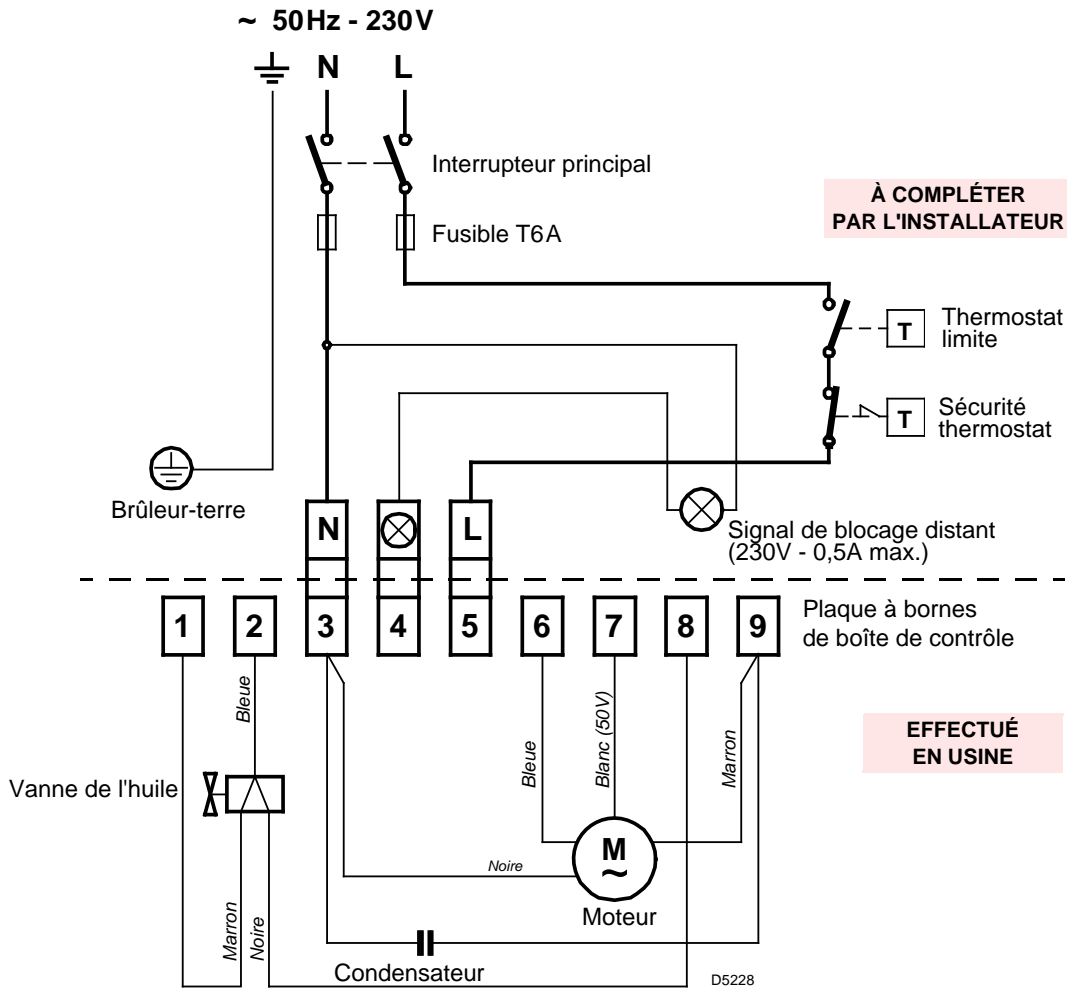

Fig. 15
- réaliser le branchement électrique directement au bornier du brûleur, comme indiqué sur le diagramme Fig. 15.